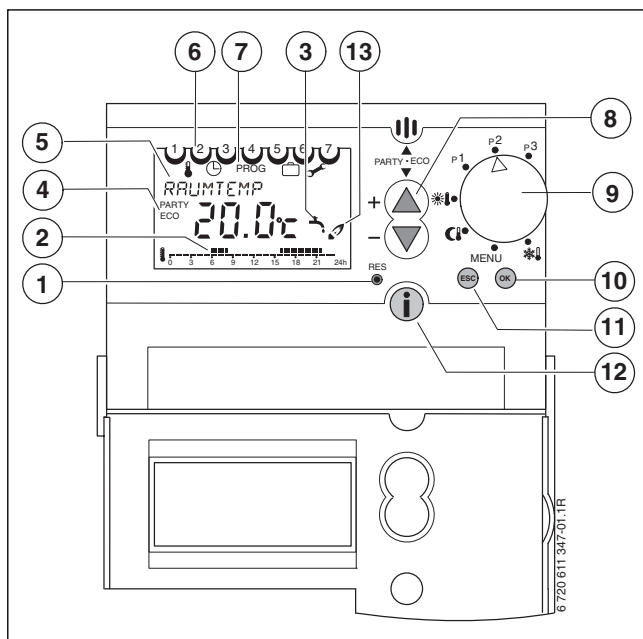

Fig. 8 Schema degli elementi di comando
A seconda della posizione della manopola (Pos. 9, Fig. 8), sul display appaiono le seguenti visualizzazioni standard:
- ▶ Posizionare il selettore impostazioni su **MENU** (vedi Fig. 8).